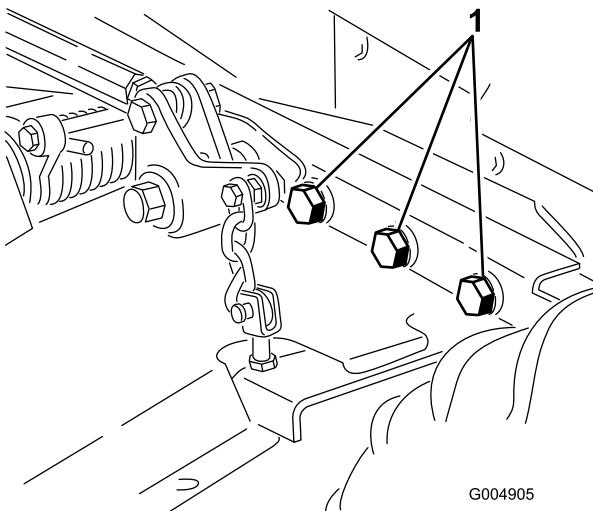

Figura 79
4. Compruebe que todos los herrajes están bien apretados; apriételos si es necesario. En particular, apriete los 6 pernos que fijan el bastidor de la plataforma del cortacésped a la unidad de tracción (Figura 79) a 359 Nm.